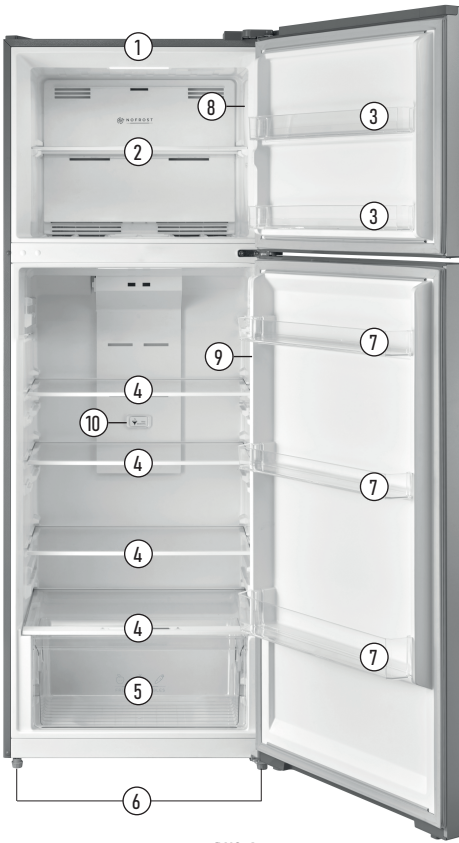

РИС. 1
- Открутите болты, удерживающие нижние петли (рис. 1).